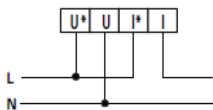

Рис. 3 – Подключение напрямую (если $U \leq 500V$, $I \leq 5A$)
1. Подключите прибор к исследуемой цепи в соответствии со схемами подключения (см. рис. 3–6).